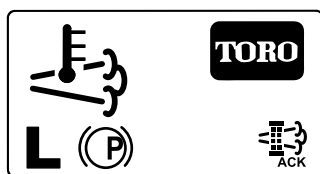

Figure 57
8. L'InfoCenter affiche l'écran d'accueil et l'icône de confirmation de la régénération (Figure 57) apparaît en bas à droite de l'écran pendant le processus de régénération.